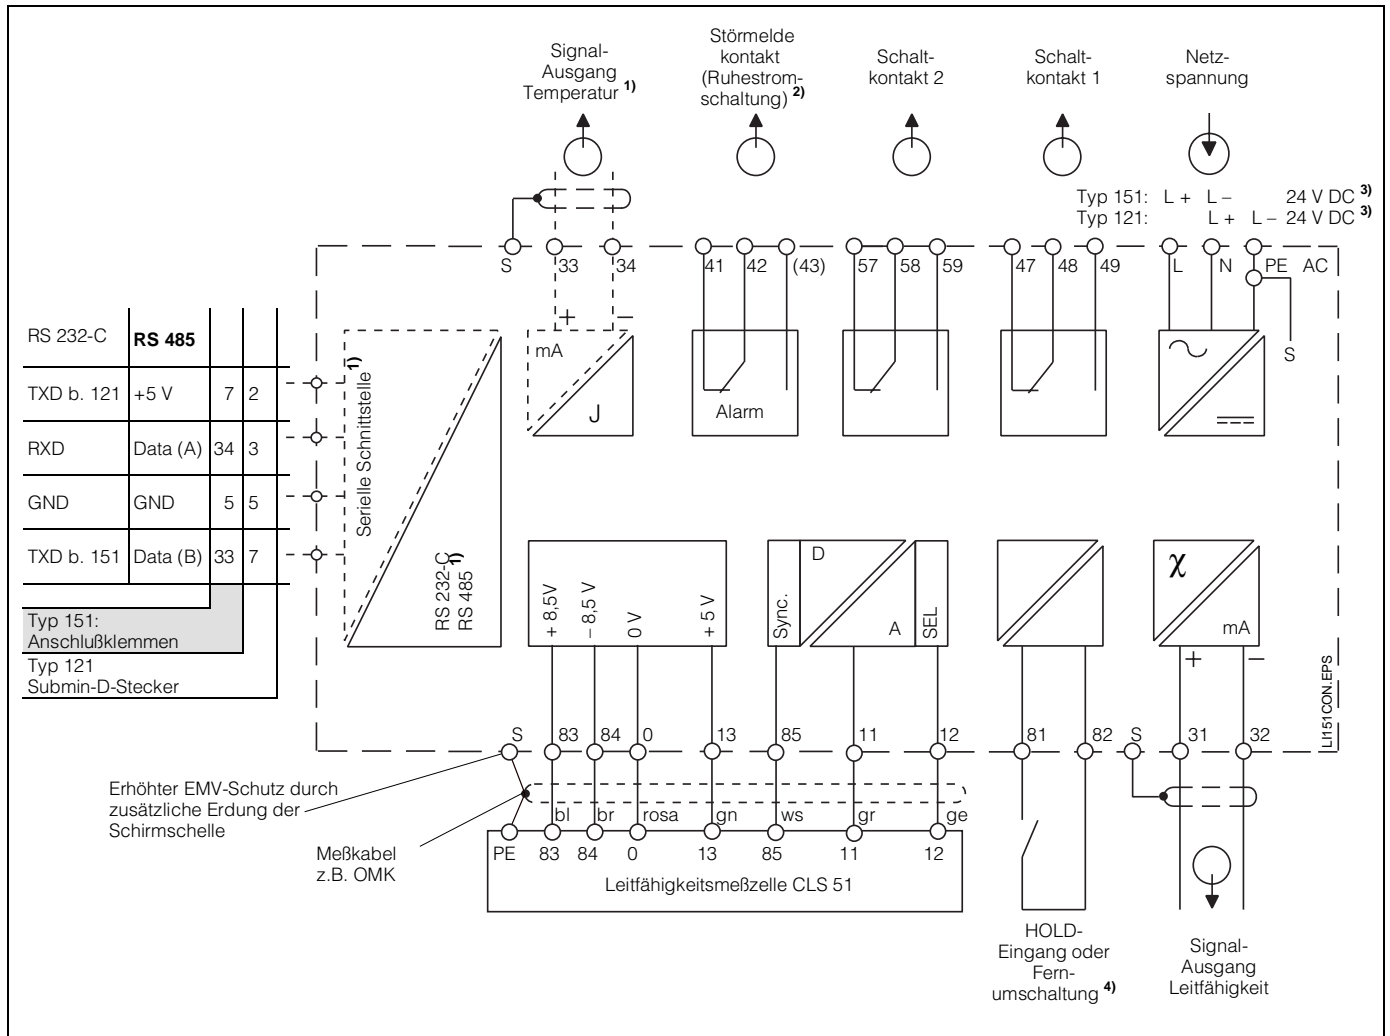

Bild 4.3 Elektrischer Anschluß Mycom CLM 121 / 151
- Geräteanschluß gemäß Anschlußplan durchführen (siehe Bild 4.3).